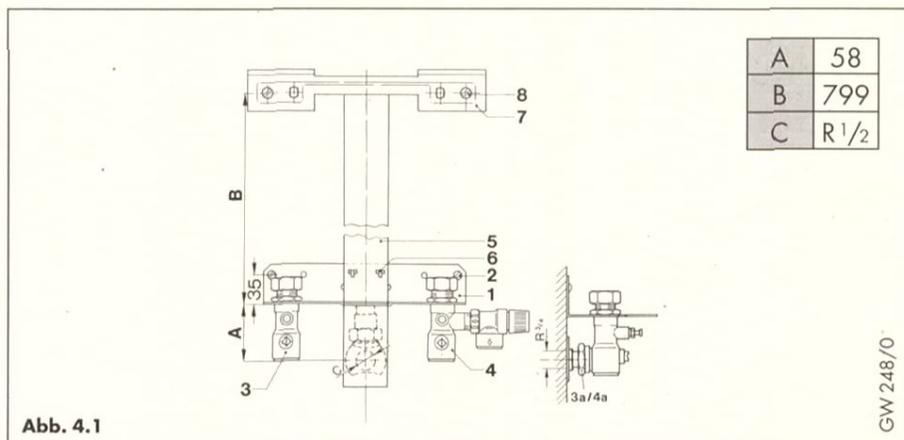

Abb. 4.1
Art.-Nr. 300 909 (Abb. 4.1)
Legende zu Abb. 4.1 und 4.2
- Abstandsschalblone (5, Abb. 4.1 bzw. 4.2) mit den Ausstanzungen in die Haken (6) der Anschlußkonsole einhängen.
- Den an der Abstandsschalblone befestigten Gerätehalter (7) senkrecht nach oben ausrichten und mit den Schrauben (8) an der Wand befestigen.